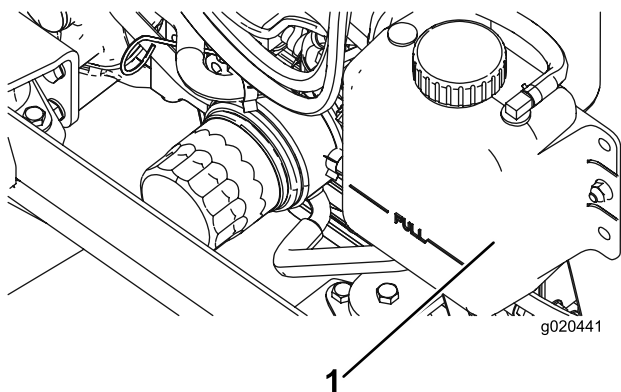

Рисунок 92
1. Осторожно снимите крышку радиатора и крышку расширительного бачка (Рисунок 92).